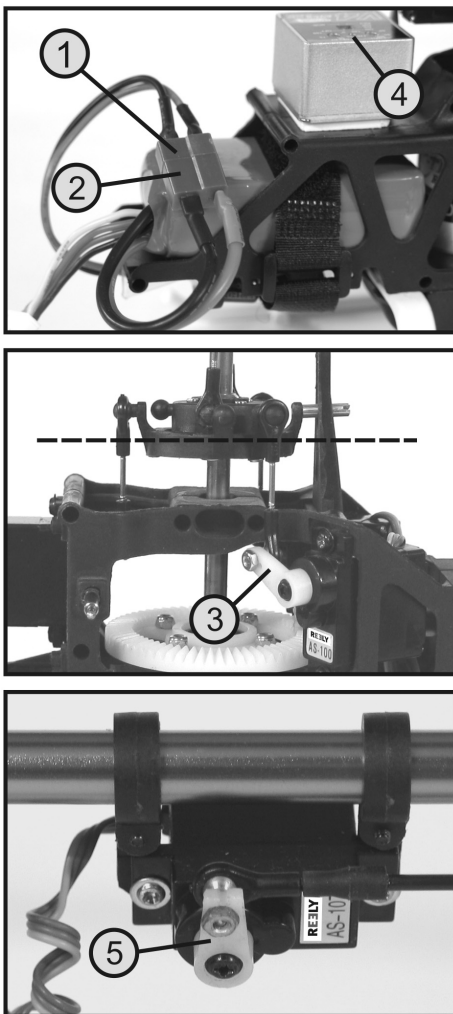
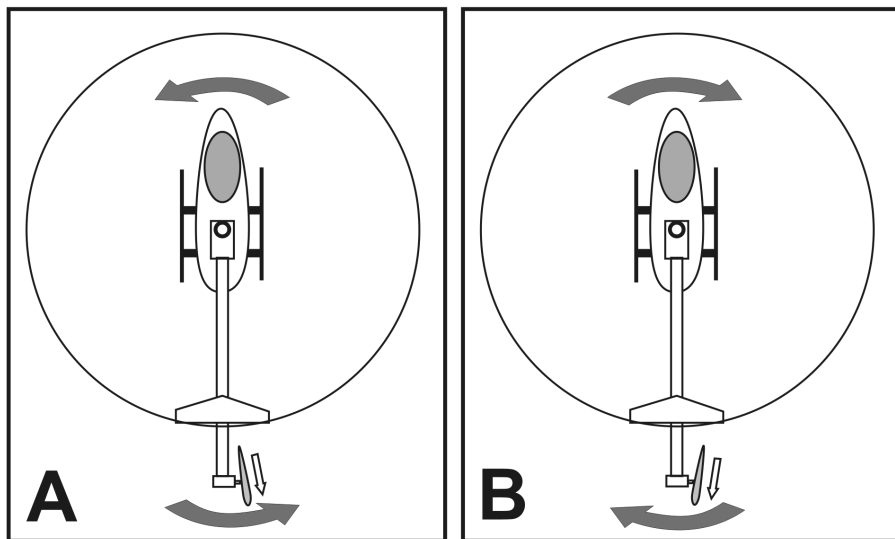

Figure 13
Figure 16
Une fois la batterie raccordée au modèle réduit d'hélicoptère, il faut aligner le plateau cyclique à l'horizontale (voir illustration du centre dans la fig. 13), il ne doit pas être de travers.
Si vous poussez, sur l'émetteur, le levier de commande pour la fonction de pas et arrière (voir aussi fig. 1, pos. 14) complètement vers la gauche, le levier de servo du servo arrière (voir fig. 13, pos. 5) doit se déplacer vers l'arrière. Les pales de rotor du rotor arrière sont ainsi réglées de manière à ce que le rotor arrière (vue de dessus) se déplace vers la droite et la pointe d'empennage de l'hélicoptère tournée vers la gauche (voir fig. 16 A).
Si vous commandez vers la droite sur l'émetteur, le levier de servo se déplace vers l'avant et les pales de rotor sur le rotor arrière sont réglées ainsi de manière à ce que le rotor arrière (vue de dessus) se déplace vers la gauche. La pointe d'empennage de l'hélicoptère tourne alors vers la droite (voir fig. 16 B).